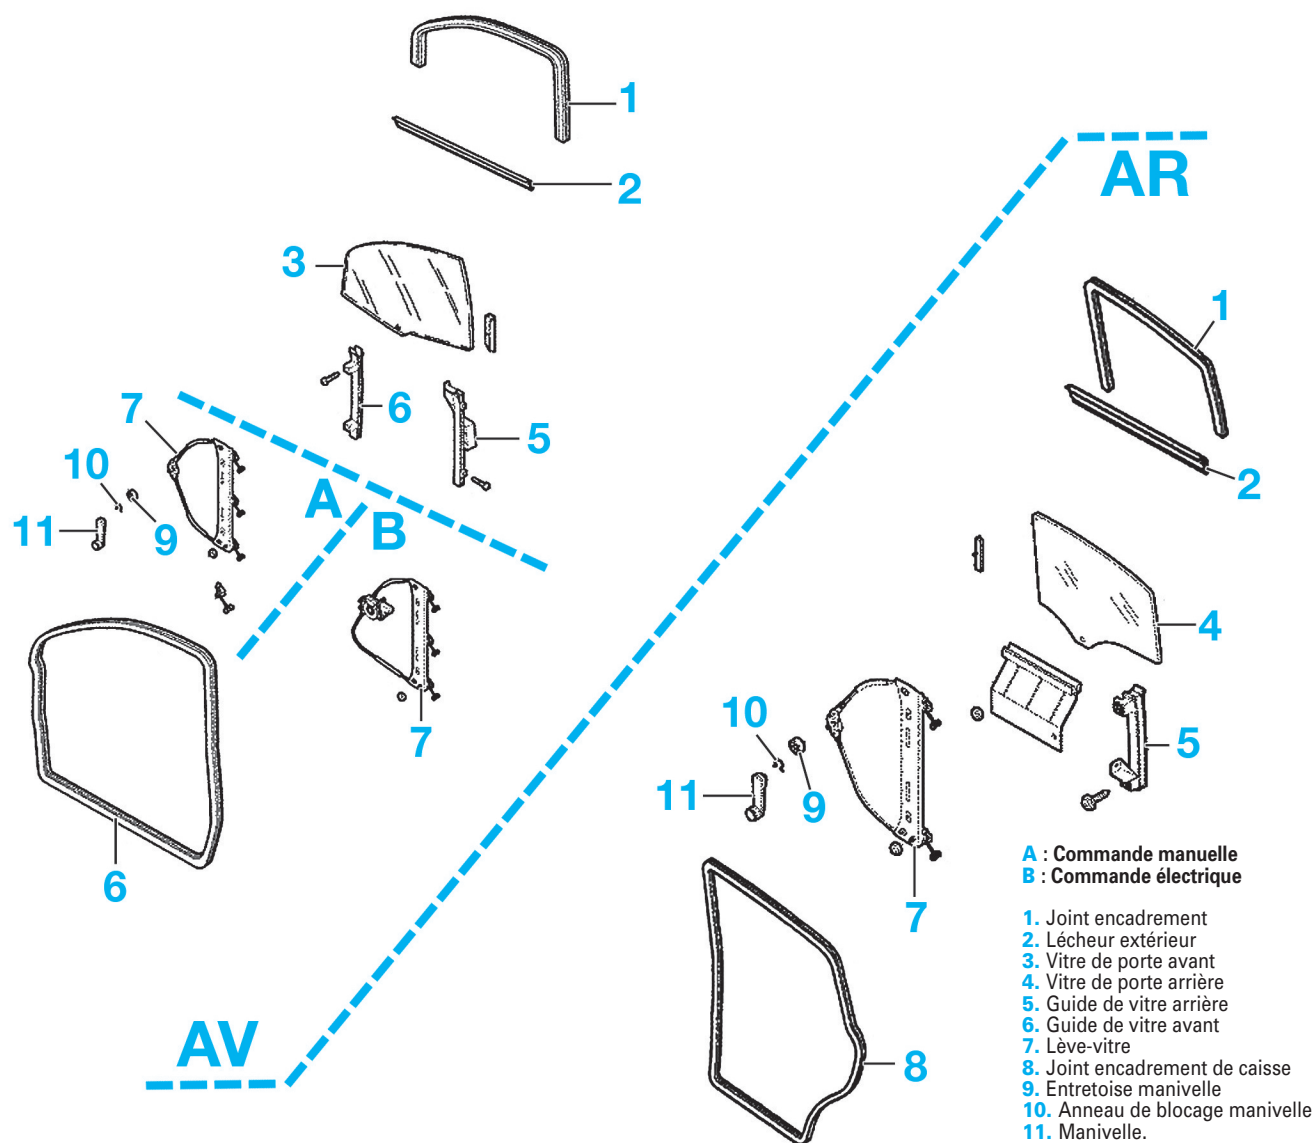

FIG. 82
- Retirer l'agrafe de fixation de la vitre (Fig.82).